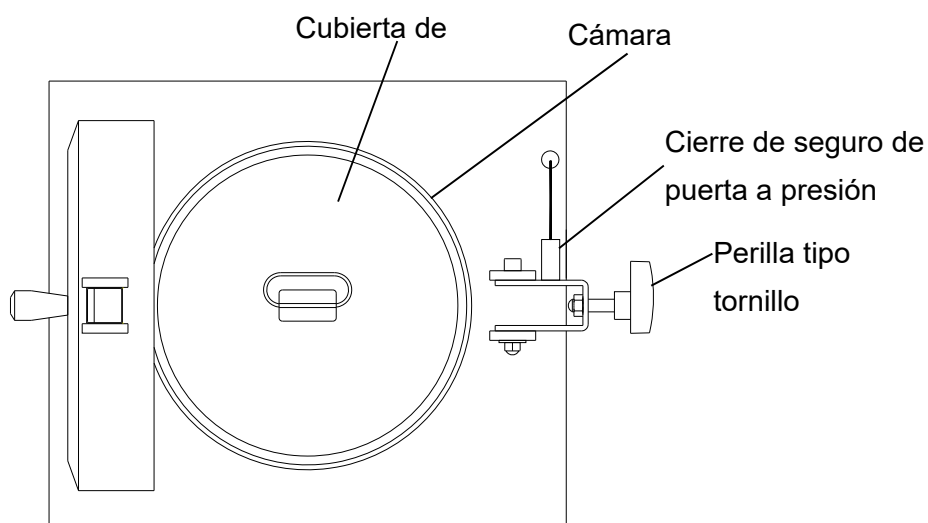

Figura 4
C. Instale la cubierta del calentador en la cámara como se indica en la Figura 4